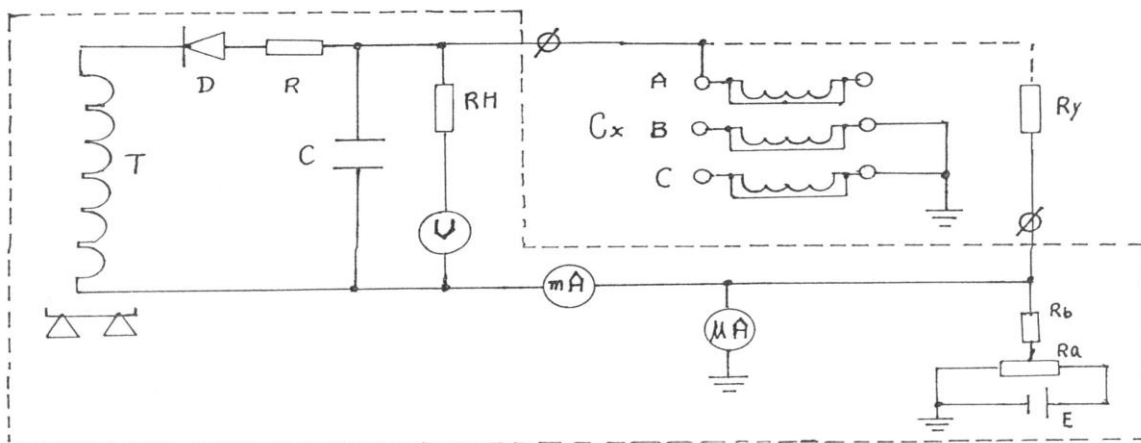

图 5 原理接线图（测量水冷发电机定子 A 相图）
- 试验前请检查所有试验接线是否接好。试验回路接地线应按本指南（图 5）所示一点接地。